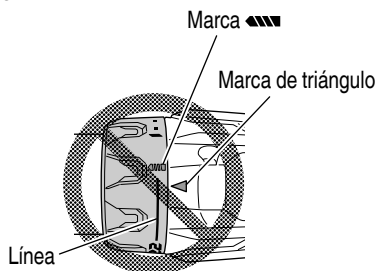

Fig. 12
- Evite usar la unidad con el número del dial del embrague entre "22" y la línea provista en el medio de la marca del taladro "◀". Si lo hiciese, se podrían producir daños (Consulte la Fig. 12).